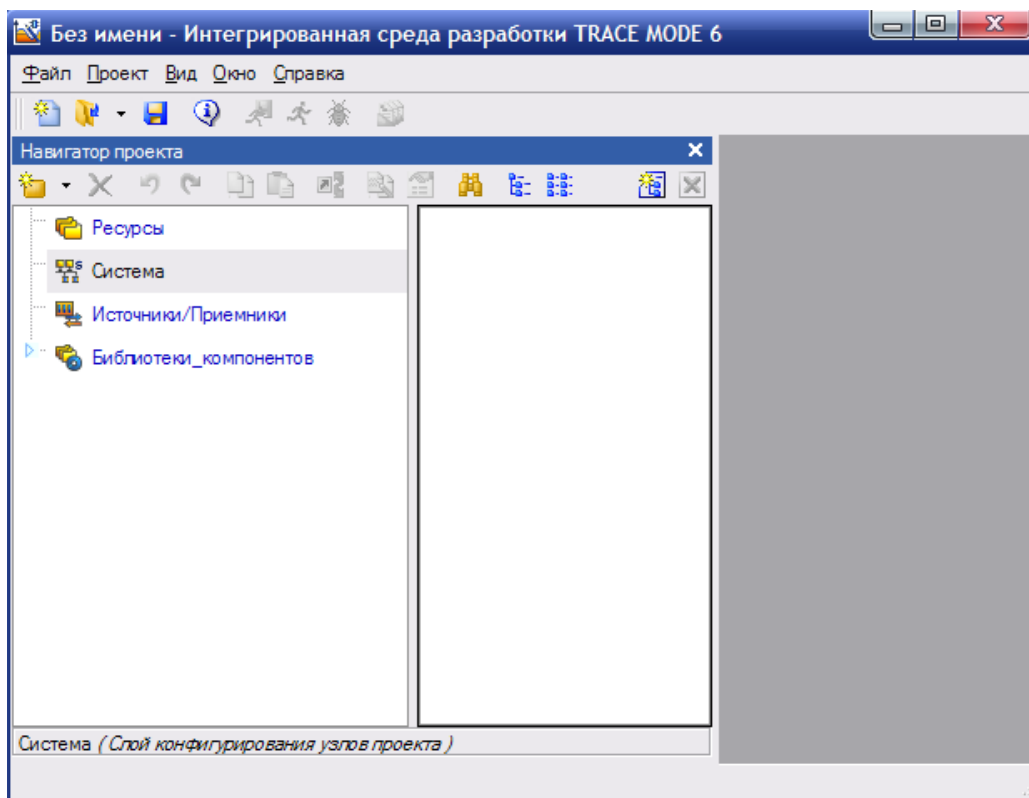

Рис. 3.7 Новы проект Trace Mode
1. **Создание проекта Trace Mode.** Запустите программу Trace Mode 6 (файл tmdevenv.exe). Для создания нового проекта щелкните левой клавишей мыши на иконке  или на строчке **Новый** в меню **Файл**. Созданный проект примет вид, изображенный на рис. 3.7. При отсутствии навигатора проекта щелкните левой клавишей мыши на строчке **Навигатор проекта** меню **Вид**. Сохраните созданный проект, щелкнув левой клавишей мыши на иконке  или на строчке **Сохранить** или **Сохранить как** в меню **Файл**.